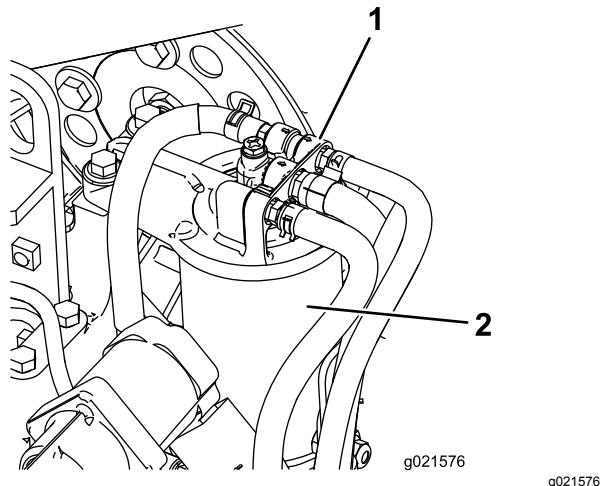

Figura 62
1. Limpie la zona alrededor del cabezal del filtro de combustible (Figura 62).
2. Retire el filtro y límpie la superficie de montaje de la cabeza del filtro (Figura 62).